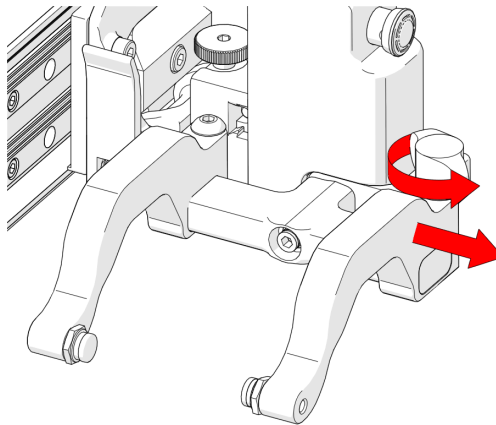

Abbildung 2-104 Entfernen des äußeren Arms
2. Lösen Sie den Einstellknopf des Prüfkopfhalters und entfernen Sie den äußeren Prüfkopfhalterarm (siehe Abbildung 2-104 auf Seite 116).